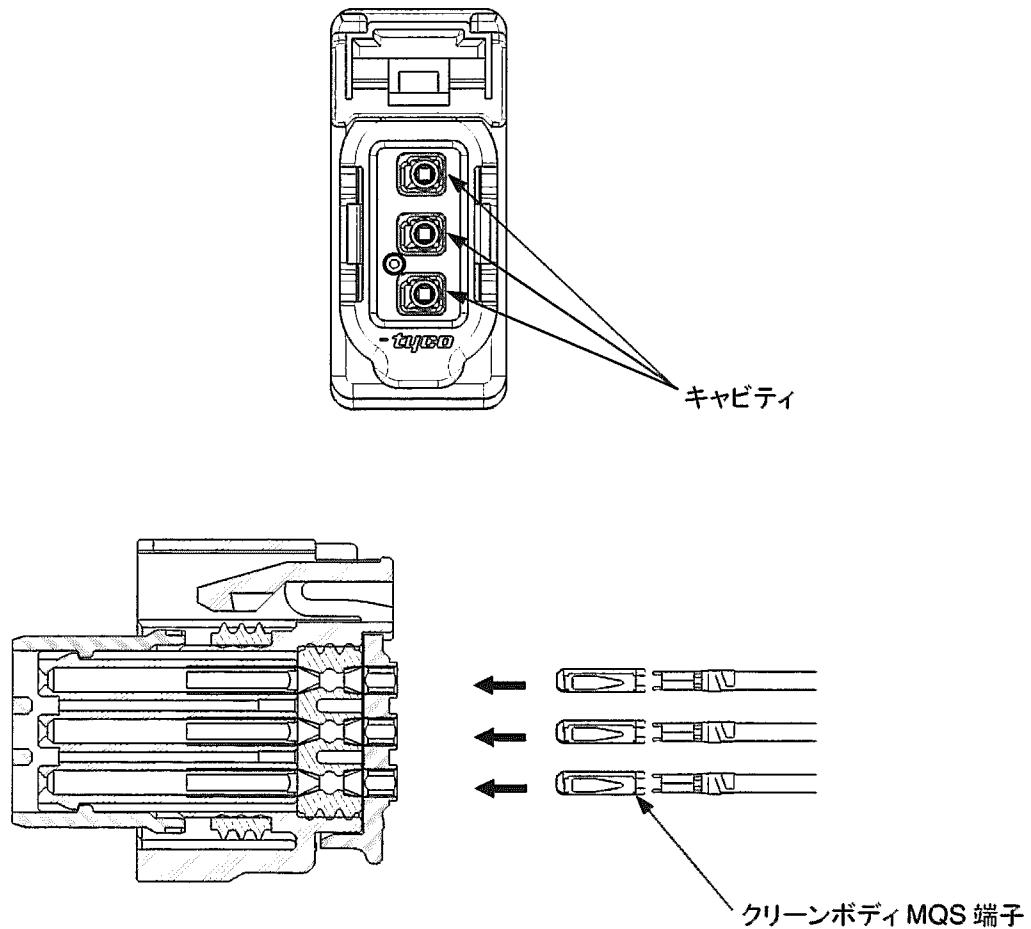

Fig.8
(2) Fig.8 のような向きにメス端子を指定のキャビティ(メス端子が収納される穴)に挿入方向へ真っ直ぐ挿入します。ランス(端子ランス)が係止され、それ以上挿入できなければ完了です。